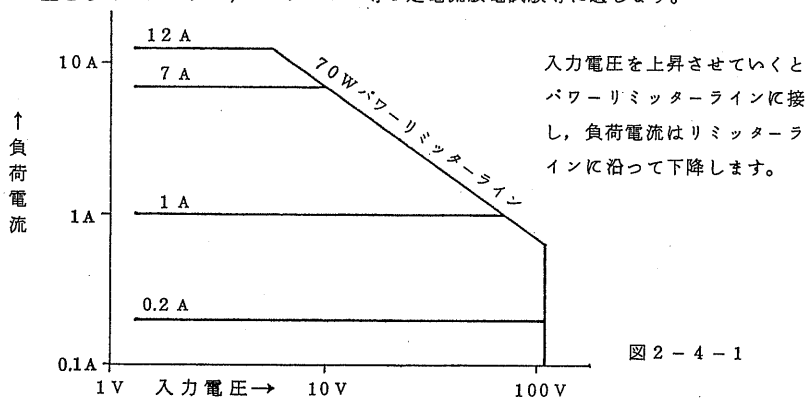

図 2-4-1
- 入力電圧の変化に対し電流は一定値を保持する特性をもっています。これは（図 2-4-1）に示す通りしゅり動抵抗器では得られない特長です。